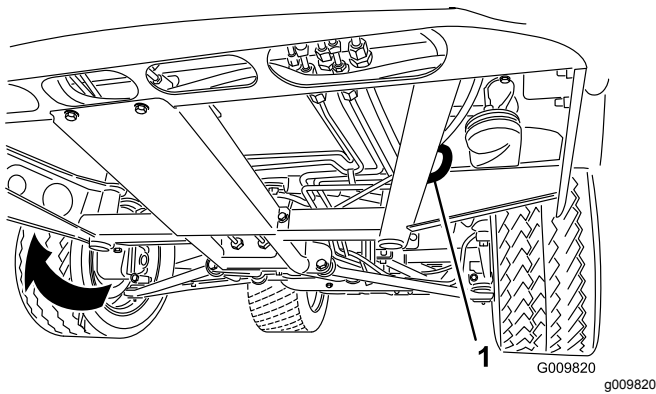

図 19
1. 機体前部にある牽引トングにロープなどの牽引索を取り付ける図 19。